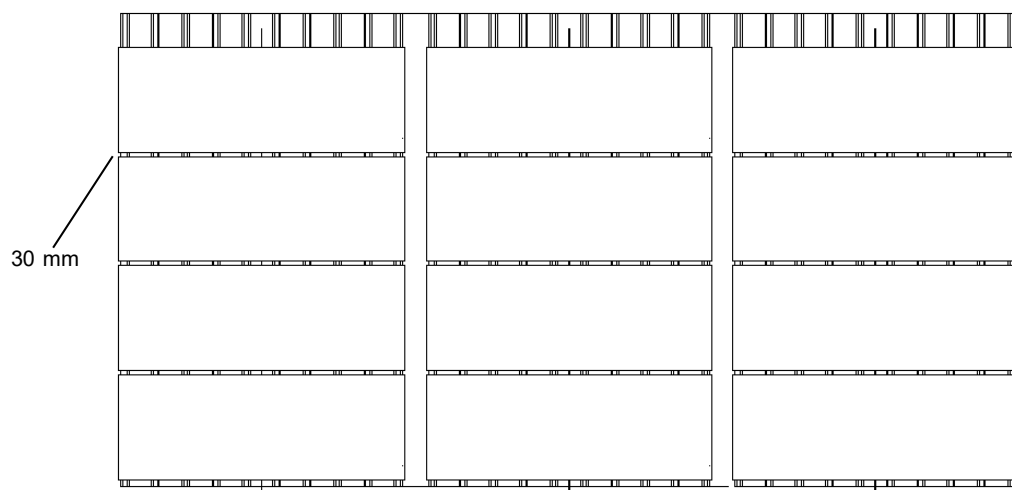

Figura 6
- ⑤ Deve ser deixada uma distância de 30 mm (± 5 mm) entre dois produtos adjacentes e um caminho de acesso para manutenção com largura suficiente deve ser fornecido entre duas fileiras de produtos. (conforme mostra a Figura 6).